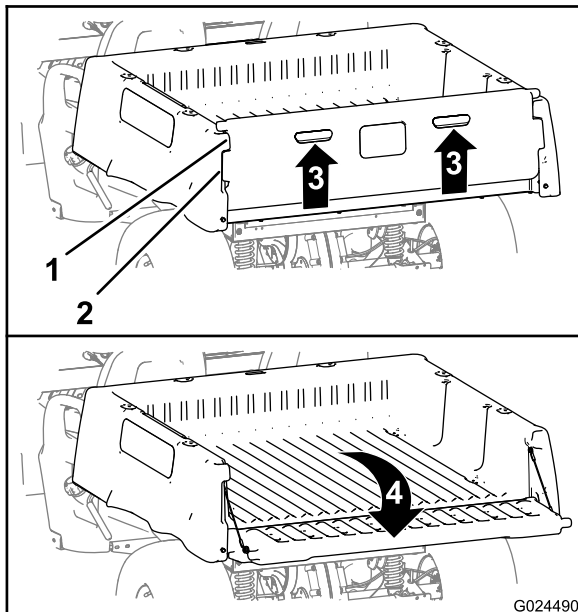

Bild 20
2. Heben Sie die Fingerzüge an der Rückplatte der Heckklappe an (Bild 20).
3. Fluchten Sie die Riegelflansche an der Heckklappe mit den Öffnungen zwischen den Heckklappenflanschen an der Ladepritsche aus (Bild 20).
4. Drehen Sie die Heckklappe nach hinten und unten (Bild 20).
6. Drehen Sie die Heckklappe nach oben und vorne, bis die Riegelflansche an der Heckklappe mit den Heckklappenaussparungen an der Ladepritsche bündig sind (Bild 20).
7. Senken Sie die Heckklappe ab, bis sie im Heck der Ladepritsche sitzt (Bild 20).